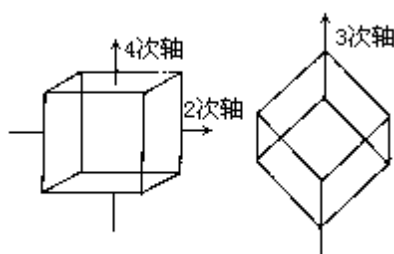

图6-4 晶体中的2, 3, 4次轴
**旋转轴** 旋转轴是对称元素，绕旋转轴可做旋转操作。 $n$ 次旋转轴记为 $n$ ， $n = \frac{2p}{a}$ ， $a$ 称为基转角。例如NaCl晶体的外形是立方体，立方体对应面中心连线方向有4次旋转轴，绕此轴每旋转 $90^\circ$ 后，晶体形状不变；立方体对角线连线方向有3次旋转轴，绕此轴每旋转 $120^\circ$ 后，晶体形状不变；立方体对应棱边中心连线方向有2次旋转轴，绕此轴每旋转 $180^\circ$ ，晶体形状不变。图6-4示出这3种旋转轴。可以证明在晶体宏观外形中存在的旋转轴有1, 2, 3, 4和6次旋转轴5种，不存在5次轴和大于6次的旋转轴。